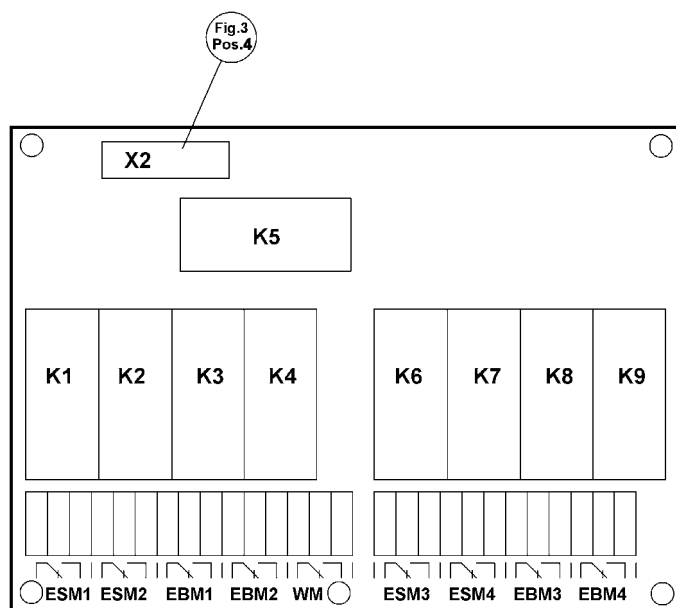

Fig. 5
- **Płytką do sygnalizacji pracy i awarii indywidualnej (dla każdej pompy)** (Poz. 6): Opcjonalnie, do przygotowania styków zmienników dla komunikatu pracy i awarii każdej pompy (patrz również rysunek 5).